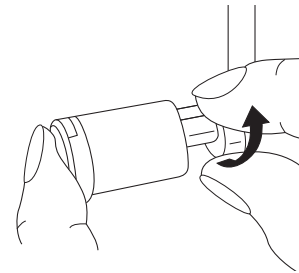

Abb.100
2. Stellen Sie das Obermesser ⑬ in Ruhestellung (Abb. 100).